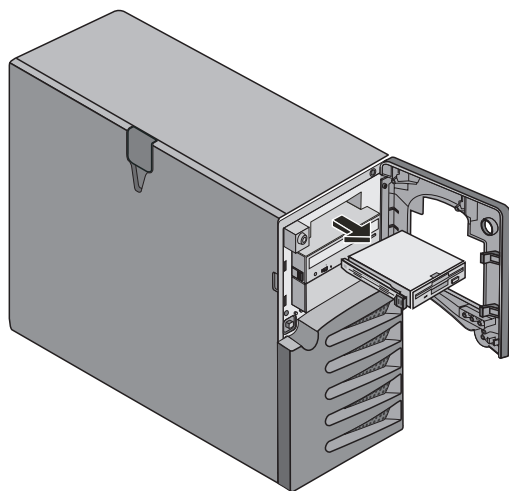
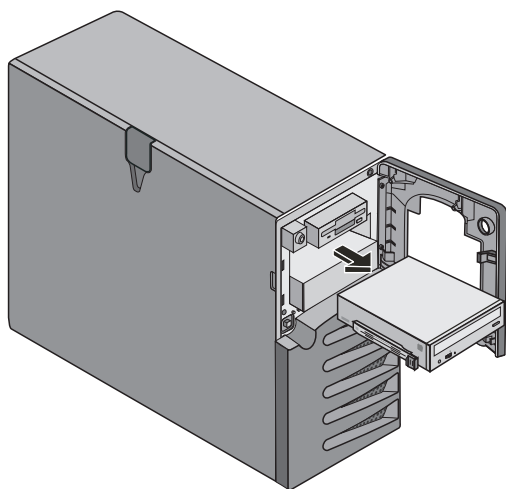

Figura 2-5. Rimozione dell'unità a dischetti
Figura 2-6. Rimozione dell'unità CD-ROM
Le unità a dischetti e CD-ROM, presenti in tutti i modelli di server HP ProLiant ML150, occupano rispettivamente i supporti 8 e 7. Fare riferimento alla figura 2-5 e alla figura 2-6.
6. Afferrare l'unità dai lati ed estrarla con cautela dal telaio. Fare riferimento alla figura 2-5.
5. Premere le due linguette dell'unità all'interno e, afferrandola dai lati, estrarla con cautela dal telaio. Fare riferimento alla figura 2-6.